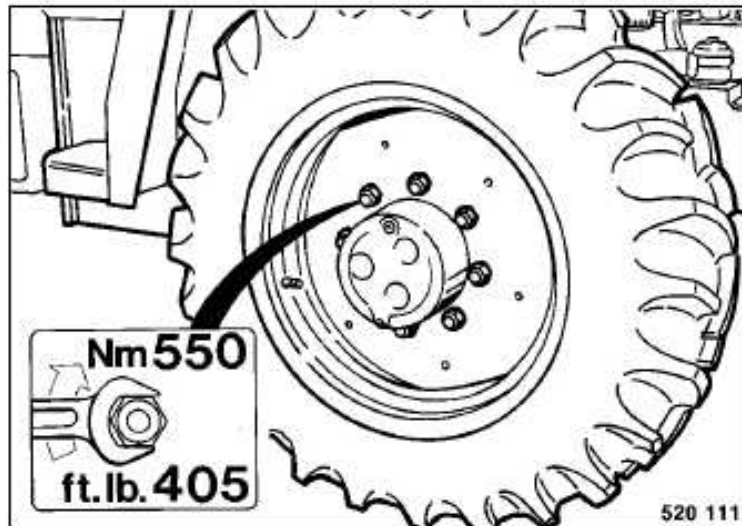

Fig. 145
- Reapretar las tuercas de las ruedas (Fig. 145) en cruz.